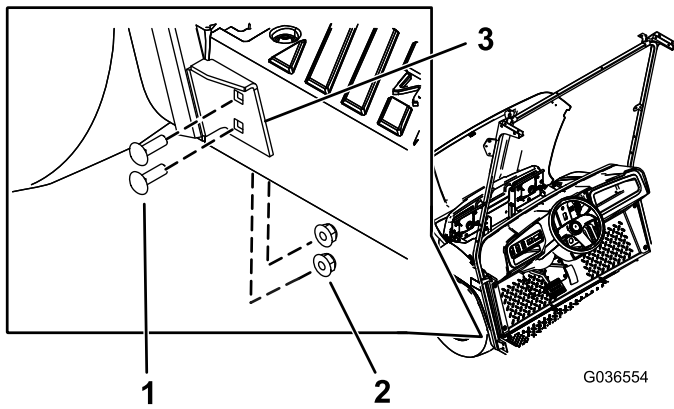

Bild 6
5. Befestigen Sie die untere Halterung der Windschutzscheibenstütze mit vier Schlossschrauben (5/16" x 1") und vier Bundmuttern (5/16") in den in Schritt 2 gebohrten Löchern an der linken Seite der Maschine (Bild 6).